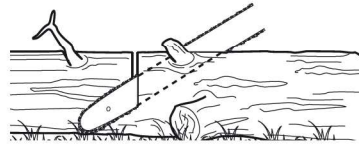

Fig. 40
- > Para facilitar o corte, siga as instruções. Quando o tronco é suportado ao longo de todo o seu comprimento (Fig. 40), é serrado a partir de cima.